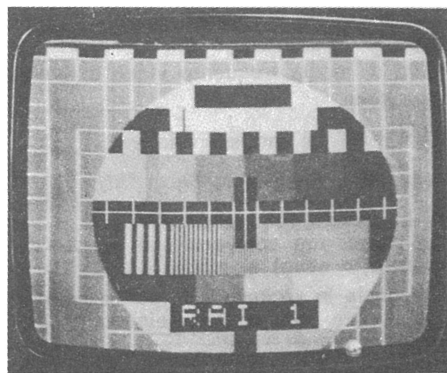

Fig. 4.5.1c - Monoscopio scentrato.
3) CENTRATURA DELL'IMMAGINE (Fig. 4.5.1c)